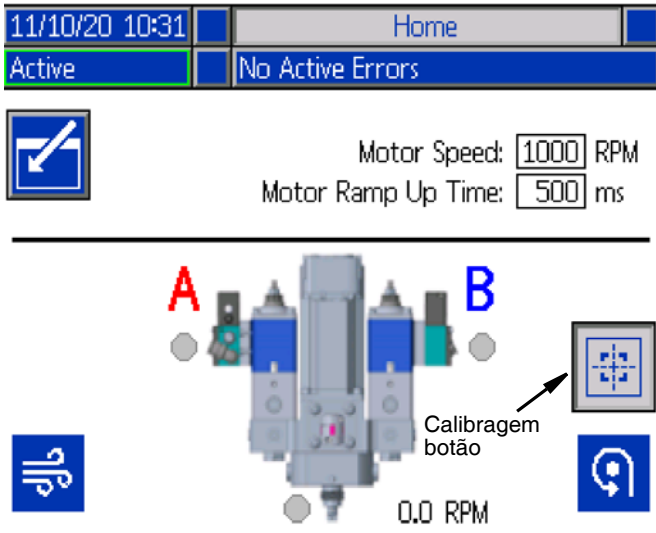

FIG. 37
1. Remova a tampa do ADM (BP).
4. Verifique se o botão de calibragem (no topo à direita) está premido. Consulte FIG. 37.